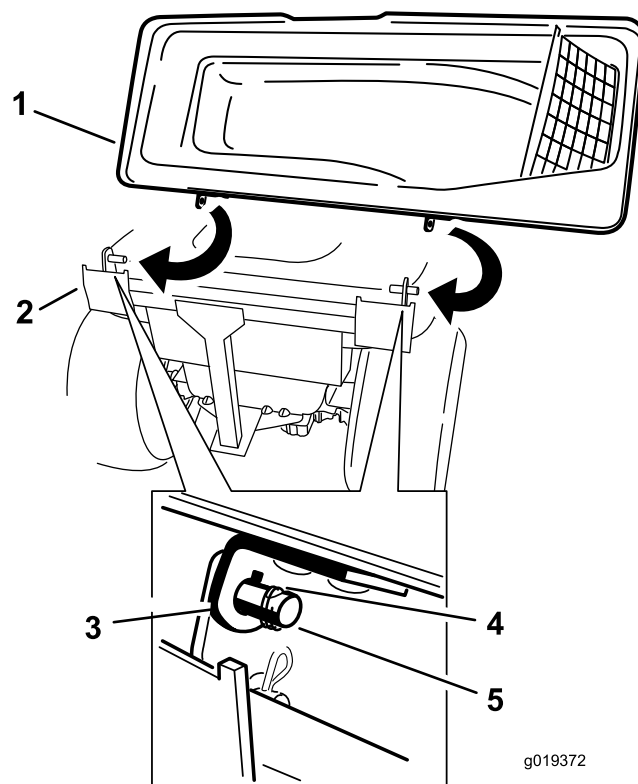

Figura 7
3. Installate il coperchio del sistema di raccolta sui colonnini del relativo telaio (Figura 7). Spingete le staffe sui colonnini e ruotate le coppiglie circolari nei colonnini.